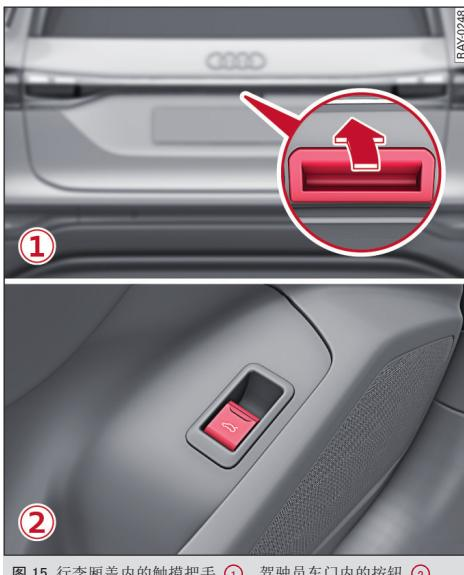
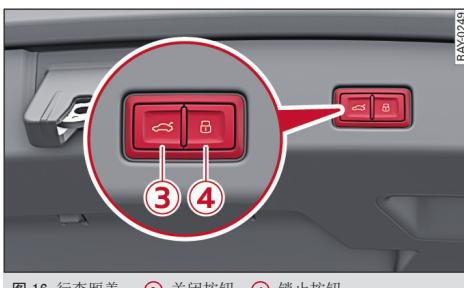

图 15 行李厢盖内的触摸把手 (1)、驾驶员车门内的按钮 (2)
图 16 行李厢盖：(3) 关闭按钮、(4) 锁止按钮
- ▶ 按行李厢盖内的触摸把手 (1) \Rightarrow 图 15。在行李厢被锁止的状态下，汽车钥匙或数字钥匙距离行李厢不得超过约 1.5 米，或
- ▶ 短暂地拉驾驶员车门内的按钮 X (2) \Rightarrow 图 15，或
- ▶ 按汽车钥匙上的按钮 $\text{X} \text{ X}$ / X 和行李厢盖内的触摸把手 (1) 给汽车或行李厢盖解锁。
您可以在 MMI 中停用/启用 \Rightarrow 第 30 页 通过触摸把手打开行李厢盖的功能 \Rightarrow 图 15。
- ▶ 按行李厢盖内的按钮 X (3) \Rightarrow 图 16，或
- ▶ 在汽车被关闭的情况下，按行李厢盖内的按钮 X (3) / X (4)。汽车钥匙或数字钥匙不得位于车内。在按按钮 (4) 时，汽车在关闭行李厢后接着是被锁止的。如果您按按钮 (4)，而汽车钥匙位于行李厢内或超出作用范围（大于约 1.5 米），那么系统发出一声警告音，并且行李厢无法关闭，或
- ▶ 请您在开启汽车后拉住驾驶员车门内的按钮 X (2) \Rightarrow 图 15 直到行李厢盖关闭，或
- ▶ 如果行李厢盖内装有按钮 (4)，那么请您在汽车关闭后按住汽车钥匙上的按钮 $\text{X} \text{ X}$ ，直到行李厢盖关闭。锁闭会延迟进行。此时，请您站在行李厢盖后面并与之保持足够距离（至多 3 米）。
- ▶ 重新按按钮 (3) 或行李厢盖内的触摸把手 (1) \Rightarrow 图 15，或
- ▶ 重新按按钮  \Rightarrow 第 39 页，图 16 或触摸行李厢盖上的把手  \Rightarrow 第 39 页，图 15，或
如果现在重新按按钮  \Rightarrow 第 39 页，图 16 或触摸行李厢盖内的触摸把手  \Rightarrow 第 39 页，图 15，那么行李厢盖再次打开/关闭。